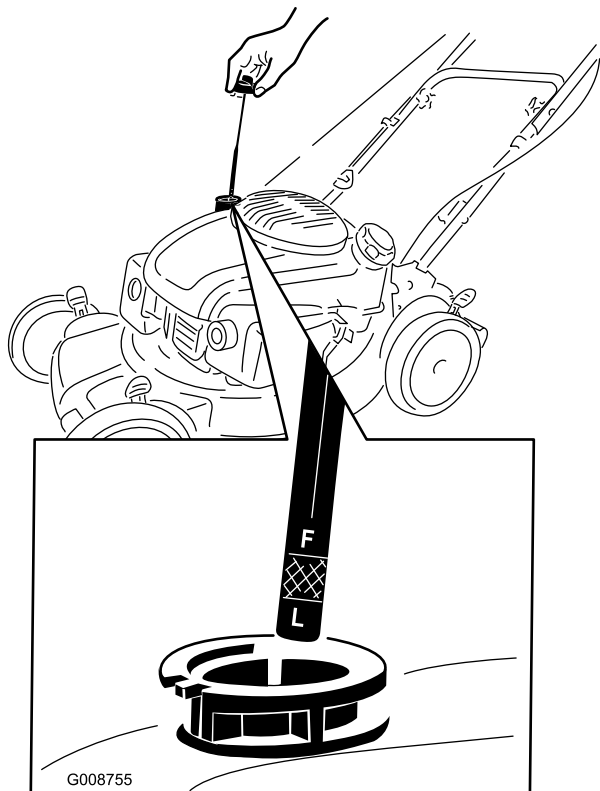

Figure 5
1. Retirez la jauge (Figure 5).
2. Versez de l'huile **lentement** dans le goulot de remplissage pour faire monter le niveau de liquide jusqu'au repère du plein (Full) sur la jauge (Figure 5). Attendez 3 minutes après avoir fait l'appoint d'huile avant de contrôler le niveau d'huile avec la jauge. **Ne remplissez pas excessivement.** (Remplissage max. : 0,65 l (22 oz), type : huile détergente SAE 30 de classe de service API SJ, SL ou supérieure.)
Remarque: Chaque fois que vous vérifiez le niveau d'huile, sortez la jauge et essuyez-la sur un chiffon propre, remettez-la dans le goulot de remplissage (**sans** la visser), puis ressortez-la et vérifiez le niveau (Figure 5).